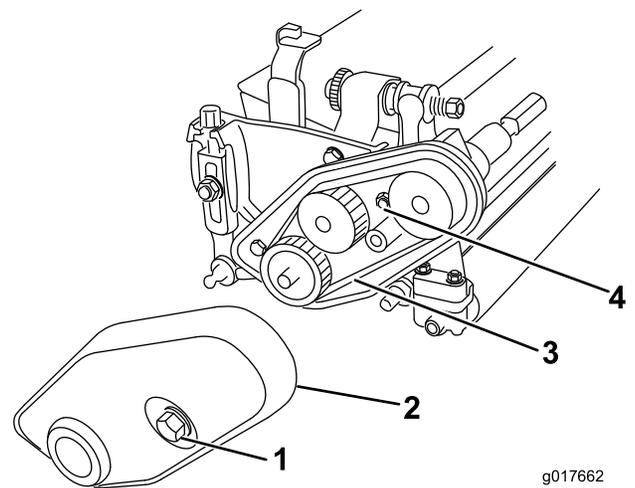

Figura 3
7. Afloje el perno cautivo que sujeta la cubierta de la correa al extremo izquierdo de la unidad de corte hasta que pueda retirar la cubierta (**Figura 3**).
8. Afloje la tuerca tensora de la correa y retire la correa (Figura 3).